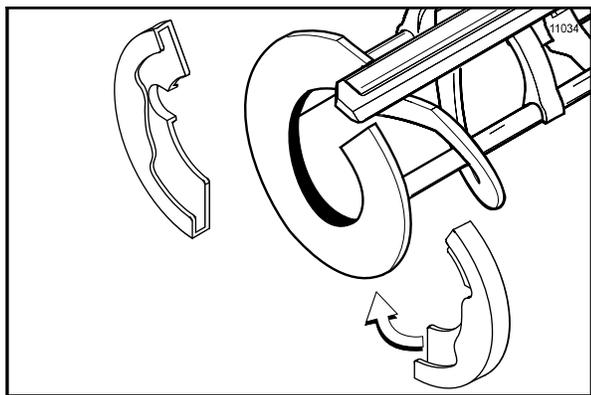

図133
7. ビーターシューに問題が無ければ、ビーターシューを取り付けます(図133を参照)。